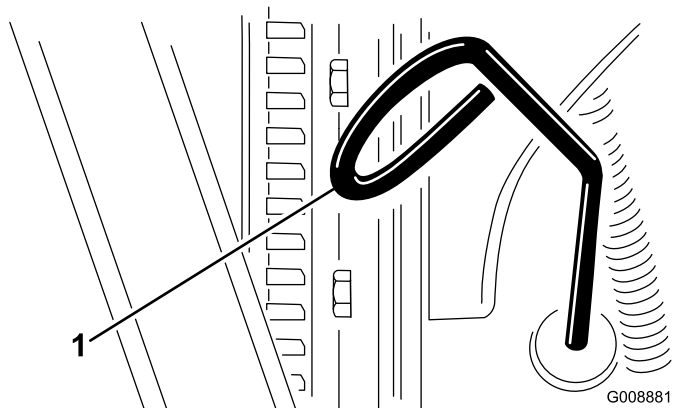

Bild 43
3. Nehmen Sie den Peilstab heraus und wischen Sie ihn ab. Stecken Sie ihn dann ein (Bild 43).